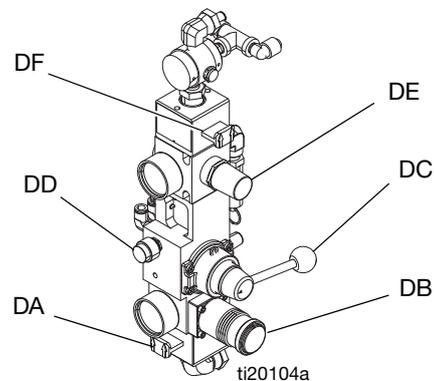

FIG. 32 : Commandes de la pompe d'alimentation
- Glisser la vanne d'air principale à glissière (DA) et la vanne à glissière (DF) du moteur pneumatique vers leur position d'arrêt (OFF). Voir la FIG. 32.
- m. Lorsque le plateau pousse contre le produit, glisser la vanne à glissière (DF) du moteur pneumatique vers sa position de marche (ON). Voir la FIG. 32. La pompe va commencer de pomper. Continuer de pomper jusqu'à ce que le seau soit vide ou jusqu'à ce que la quantité voulue de produit ait été ajoutée dans le réservoir. Glisser la vanne à glissière (DF) du moteur pneumatique vers sa position d'arrêt (OFF) pour arrêter la pompe d'alimentation.
- n. Pour soulever le plateau hors du seau, appuyer sur la vanne de purge (DD), puis soulever la vanne de commande. La pompe d'alimentation poussera alors de l'air comprimé dans le seau pour l'enlever du plateau. Faire attention que le seau ne soit pas poussé du châssis. Si c'est quand même le cas, baisser le plateau et essayer.